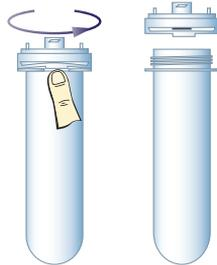

Рис. 9
**Для замены фильтрующего модуля 5 мкм в корпусе K1-P (рис. 9)**